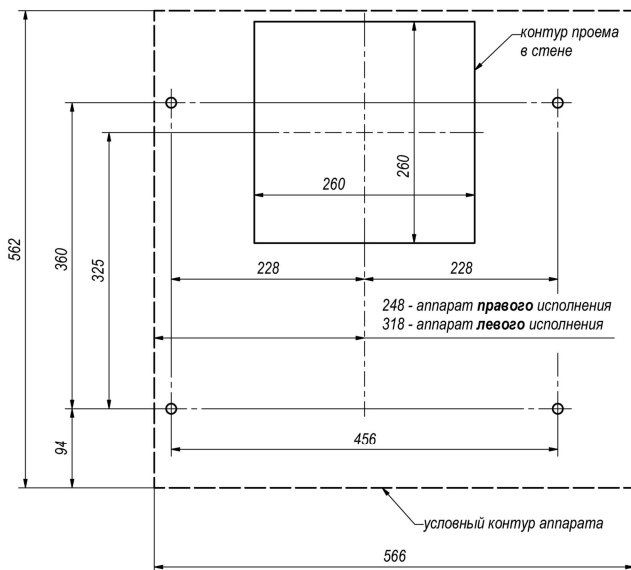

Рис.5 – разметка отверстий и проема
6.4 При установке аппарата необходимо, чтобы расстояние между его задней стенкой и несгораемой стеной помещения, в котором он устанавливается, было не менее 60 мм. (см.рис.5).